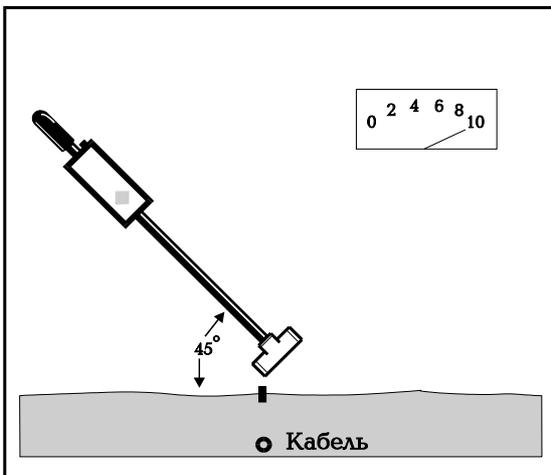
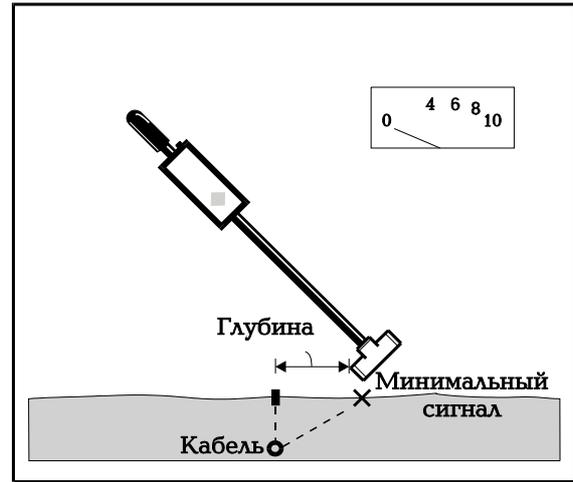

Рис.3. Определение глубины залегания
Рис.4. Определение глубины залегания.
- Рис.3. Определение глубины залегания.
- Рис.4. Определение глубины залегания.
Сделайте отметку на земле непосредственно над местом залегания кабеля (см. Рис.3) и держите приемник под углом 45 градусов к поверхности земли (см. Рис.3). Сохраняя этот угол, медленно перемещайте приемник в сторону от кабеля в направлении обратном к указываемому рукояткой (см. Рис. 4). Тональный сигнал будет уменьшаться до минимального уровня, а затем снова увеличиваться. Поставьте отметку в точке, в которой сигнал достигает минимального значения.